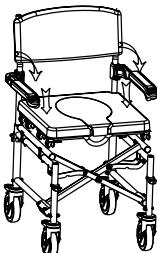

Abb. 16.
- Setzen Sie den Sitz auf den Rollstuhlrahmen und drücken Sie ihn nach unten, um ihn zu befestigen, und setzen Sie dann den Deckel auf (Abb. 16);